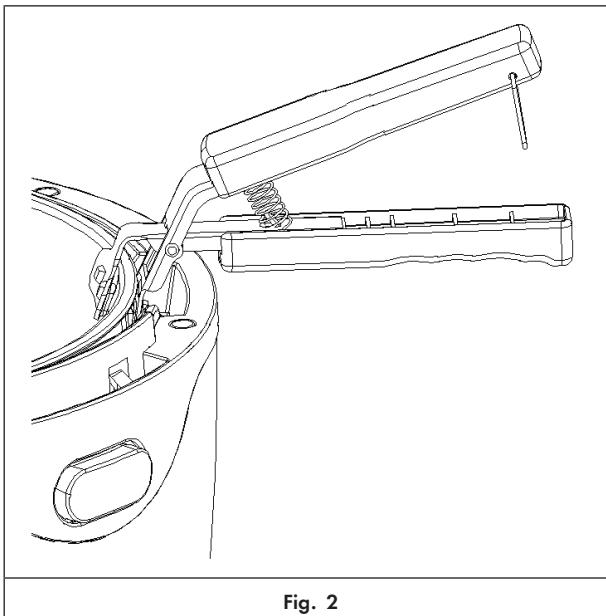

Fig. 2
2. Inserite la parte inferiore del morsetto nella fessura tra il vaso e l'alloggiamento (Fig. 2).